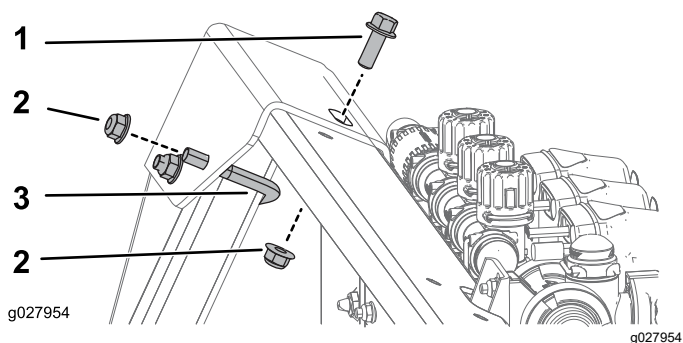

Figura 10
2. Prenda a parte posterior do suporte superior utilizando uma cavilha em U, 1 parafuso ($\frac{3}{8}$ -16 x 1 pol.) e 3 porcas flangeadas ($\frac{3}{8}$ -16 pol.) como se mostra na Figura 10.